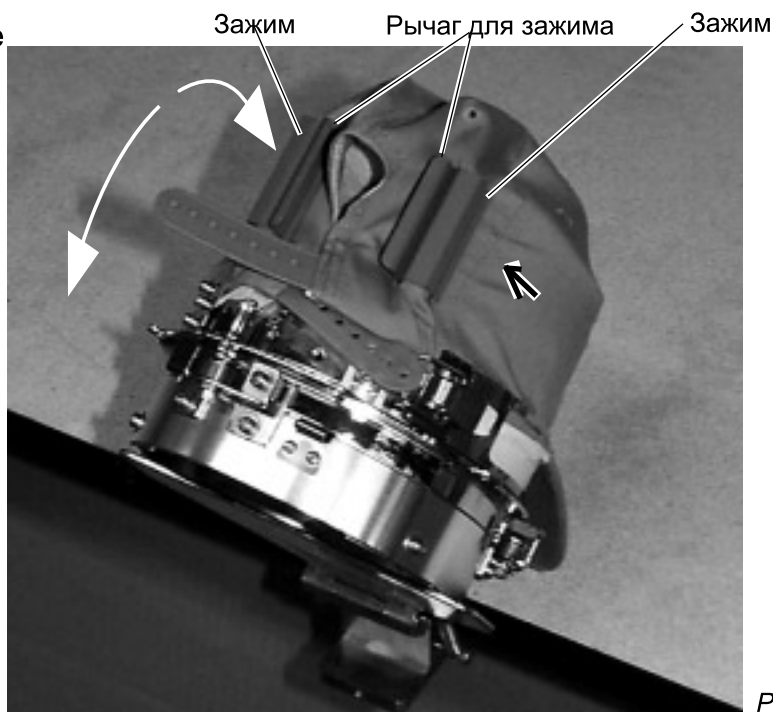

Рис. 4
6. Как показано на Рис. 4, наклоните приспособление для запяливания головных уборов вперед. Закрепите заднюю часть головного убора в двух местах, разглаживая складки, как показано стрелками на рисунке.